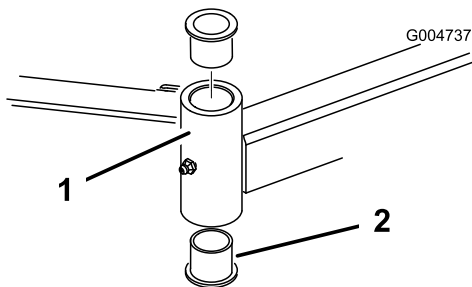

Figura 112
4. Introduza um punção para cavilhas na zona superior ou inferior do tubo de montagem e retire o casquilho para fora do tubo (Figura 112).